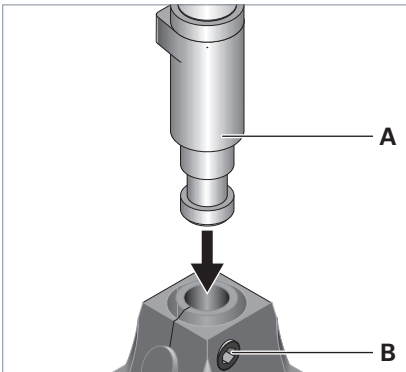

Fig. 2: Montage du luminaire sur l'élément de fixation.
- ▶ Introduire le tourillon **A** situé sur les tiges du luminaire dans l'ouverture de l'élément de fixation, voir Fig. 2.
- ▶ Pour fixer les tiges, serrer la vis **B**, voir Fig. 2.